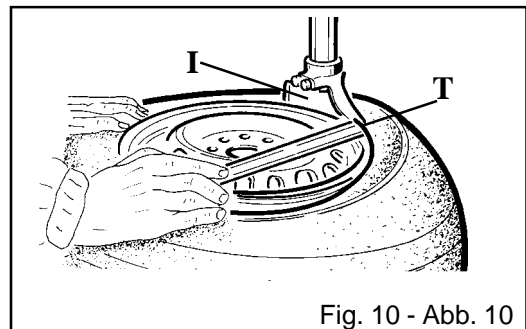

Fig. 10 - Abb. 10
- Posizionare il braccio operante (M) in modo da appoggiare l'utensile in posizione corretta (I) sul bordo del cerchio.
- Con l'aiuto della leva (T), infilata fra tallone e la parte anteriore della torretta integrale (I), portare il tallone del pneumatico sopra la torretta stessa (Fig. 10) **N.B:** per evitare di danneggiare l'eventuale camera d'aria, è consigliabile fare questa operazione con la valvola circa 10 cm. a destra della torretta
- Mantenendo la leva in questa posizione, far ruotare il piatto (Y) in senso orario tenendo premuto il pedale (Z) fino alla completa fuoriuscita del pneumatico dal cerchio.
- Lower the mounting bar (M) until the mounting tool rests against the edge of the rim.
- With the lever (T) inserted between the bead and the front section of the mounting head (I), move the tyre bead over the mounting head (Fig. 10). **Note:** In order to avoid damaging the inner tube, if there is one, it is advisable to carry out this operation with the valve about 10 cm to the right of the mounting head.
- With the lever held in this position, rotate the turntable (Y) in a clockwise direction by pressing down on pedal (Z) until the tyre is completely separated from the wheel rim.
- Placer les mors de blocage (G) de façon à ce qu'ils restent complètement fermés.
- Poser le pneu sur les mors et appuyer sur la pédale (V) pour élargir les mors et bloquer la jante.
•Baisser la barre de montage (M) jusqu'à ce que la tête de montage (I) appuie sur le bord de la jante.
•Avec le levier (T) enfilé entre le talon et la partie avant de la tête (I), porter le talon du pneu au-dessus de la tête (fig. 10).
•En tenant le levier dans cette position, faire tourner le plateau (Y) dans le sens horaire en appuyant sur la pédale (Z) jusqu'à ce que le pneu sorte complètement de la jante.
-Mit Hilfe des Hebels (T), der zwischen den Reifenwulst und den vorderen Teil des Montierfußes (I) eingeführt wurde, wird der Wulst nun über den Montierfuß transportiert (Abb. 10). **WICHTIG:** Falls ein Schlauch vorhanden ist, wird empfohlen, bei dieser Operation zu dessen Schutz des Ventil zirka 10 cm rechts vom Montierfuß zu halten.
-Hebel in dieser Position halten, durch konstanten Pedaldruck (Z) Zentriertisch (Y) im Uhrzeigersinn drehen lassen, bis der Reifen komplett aus der Felge hervorgetreten ist.